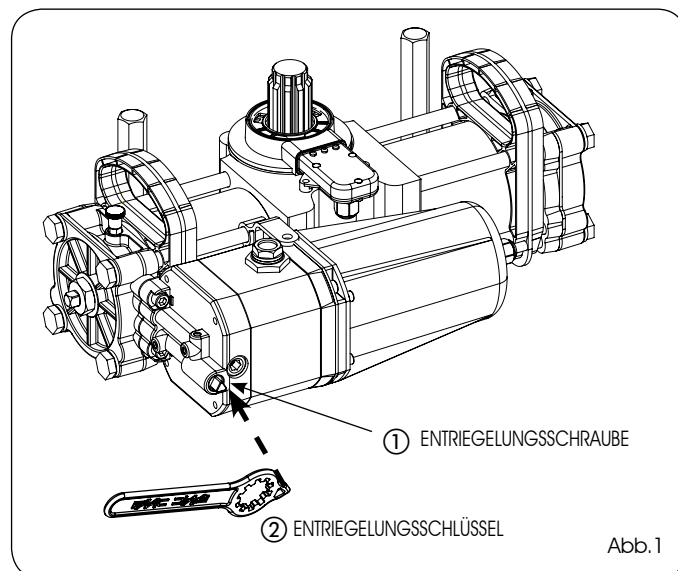

Abb. 1
- 2) Die dreieckige Nut des mitgelieferten Schlüssels (Abb. 1, Bez. ②) in die Entriegelungsschraube (Abb. 1, Bez. ①) einsetzen: